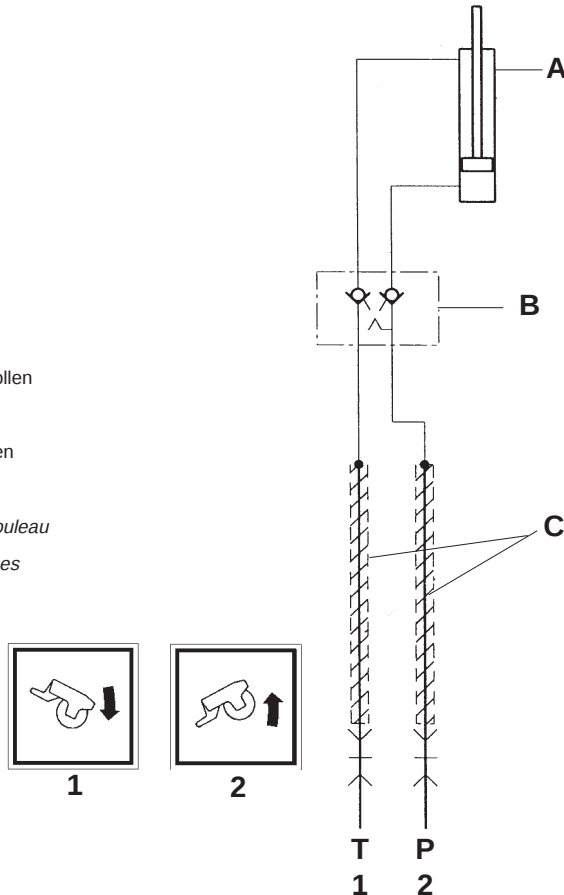

Fig. 15
Tras haber realizado las operaciones preliminares (enganche de los 3 puntos al tractor y acoplamiento del cardán) hay que conectar al tractor la instalación hidráulica (Fig.15) que permite accionar
trattore l'impianto idraulico (Fig. 15) che permette l'azionamento dei due cilindri idraulici (A Fig. 15) per la regolazione del rullo posteriore che determina la profondità di lavoro. I tubi idraulici hanno delle etichette adesive di riconoscimento che sono rappresentate da:
N.B. I due cilindri (A Fig. 15) sono corre-dati da una valvola di blocco automatica (B Fig. 15).
tor (Fig. 15) in order to operate the two hydraulic cylinders (A Fig. 15) and adjust the rear roller that establishes the working depth. The hydraulic pipes have identification stickers representing:
NOTE: The two cylinders (A Fig. 15) are equipped with an automatic blocking valve (B Fig. 15).
vorzunehmen (Abb. 15), um die beiden Hydrozylinder (A Abb. 15) für die Einstellung der heckseitigen Walze betätigen zu können, mit der die Arbeitstiefe festgelegt wird. Die hydraulischen Leitungen sind alle mit Aufklebern versehen, um die Erkennung zu vereinfachen. Diese Leitungen sind:
- Anm.: Die beiden Zylinder (A Abb. 15) sind mit einem automatischen Sperrventil versehen (B Abb. 15).
brancher au tracteur l'installation hydraulique (Fig. 15). Celle-ci permet d'actionner les deux vérins hydrauliques (A Fig. 15) pour le réglage du rouleau arrière qui détermine la profondeur de travail. Les tubes hydrauliques portent des étiquettes adhésives permettant de les reconnaître, représentant:
N. B. : Les deux vérins (A Fig. 15) sont équipés d'une vanne de blocage automatique (B Fig. 15).
los dos cilindros hidráulicos (A Fig.15) para la regulación del rodillo trasero que determina la profundidad de trabajo. Los tubos hidráulicos tienen unas etiquetas adhesivas que indican:
Nota: los dos cilindros (A Fig.15) tienen una válvula automática de bloqueo (B Fig.15).